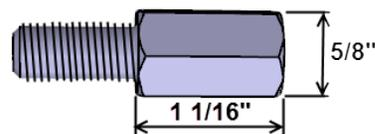

FIGURE 3
4. Inspecter l'adaptateur inclus dans l'ensemble de pièces. La hauteur de la partie hexagonale de l'adaptateur (entre deux plats) **doit mesurer 5/8 de pouce (16mm)** (FIGURE 3).